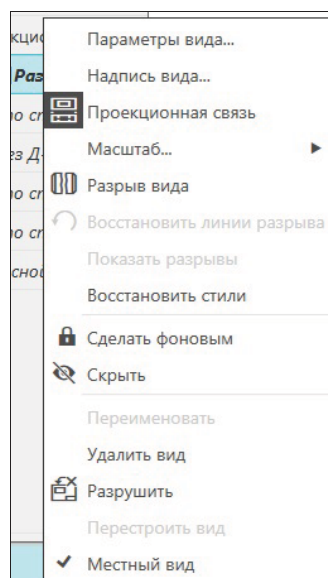

Рис. 24.13. Контекстное меню элемента **Дерева**
- ◆ в **Дереве** модели выделите элемент **Вид Б-Б** и вызовите контекстное меню (рис. 24.13). В этом меню у элемента **Местный вид** установлена "галочка";